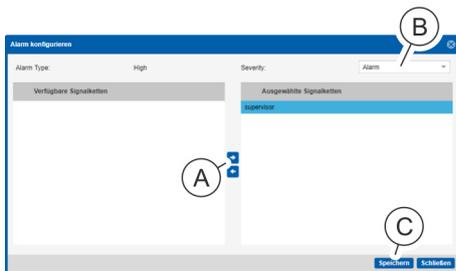

Abb. 132: Fenster „Alarm konfigurieren“
8. ➔ Im Fenster "Alarm konfigurieren" eine Signalkette auswählen und über die Schaltfläche „→“ (Abb. 132/Ⓐ) ins Feld „*Ausgewählte Signalketten*“ schieben.
9. ➔ Im Auswahlfeld „*Severity*“ (Abb. 132/Ⓞ) für den Eingang einen Alarmzustand „OK“, „*Warnung*“ oder „*Alarm*“ auswählen.
10. ➔ Auswahl über die Schaltfläche „*Speichern*“ (Abb. 132/Ⓞ) bestätigen.